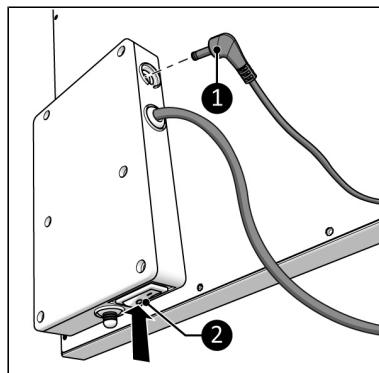

Figure 116.
1. Skontrolujte, či je vypínač ON/OFF v polohe OFF (Figure 116, poz. 2).
2. Pripojte konektor externého snímača teploty (Figure 116, poz. 1) ku konektoru snímača